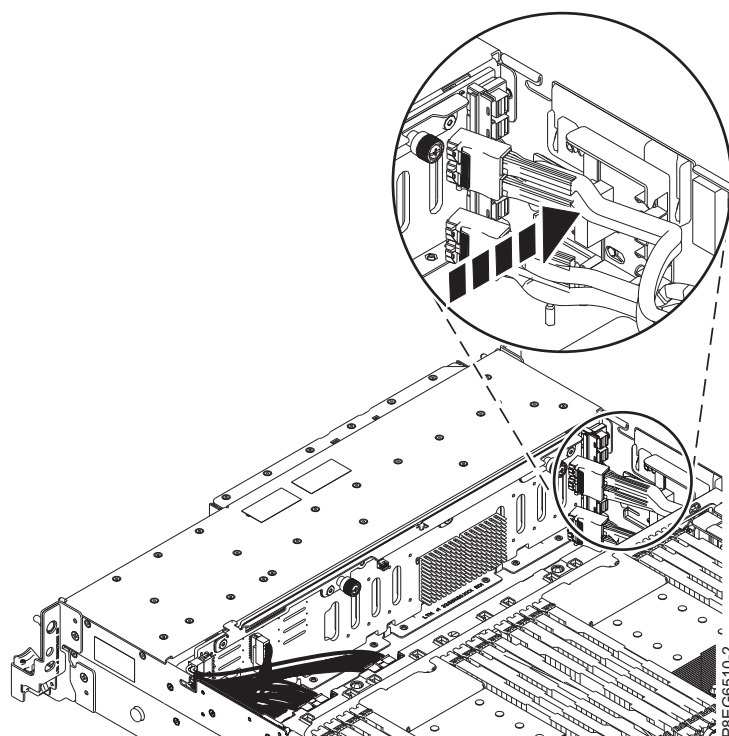

Figura 5. Reposicionando o cabo SAS frontal no bloco de orientação
8. Reposicione o cabo SAS frontal no bloco de orientação na lateral do chassi, conforme mostrado em Figura 5.